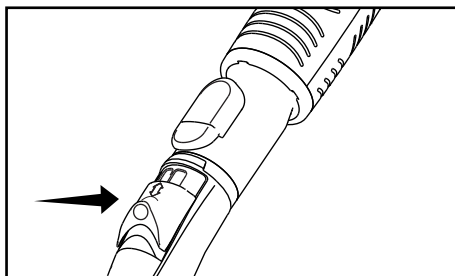

Fig. 2
- Sur la poignée courbée, repérez la valve de contrôle de la puissance d'aspiration et faites-la glisser vers l'arrière (Fig. 2). Cela permet de réduire la puissance d'aspiration de l'accessoire. Refermez la valve lorsque vous avez terminé afin de récupérer la puissance d'aspiration maximale.